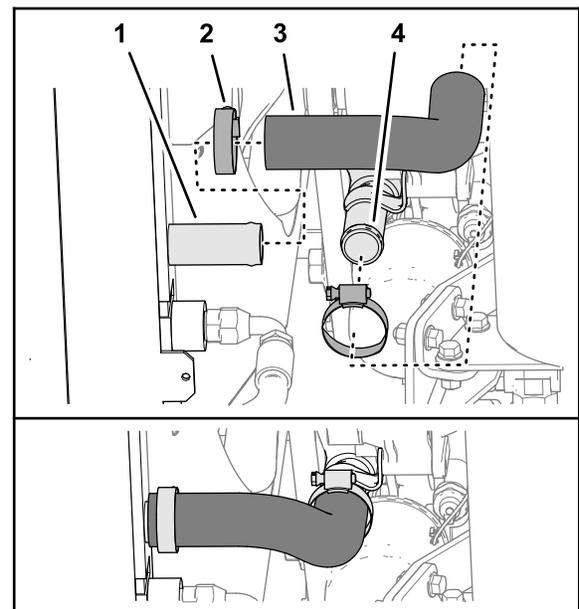

Figure 38
1. Fixez légèrement la durite inférieure à la sortie du radiateur à l'aide d'un collier, comme montré à la Figure 38.
2. Avec un collier, fixez l'autre extrémité de la durite inférieure de radiateur à l'entrée du moteur (Figure 38).